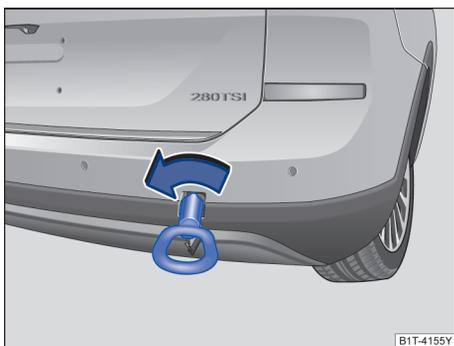

图 229 在保险杠右后部：安装牵引环
- 将牵引环朝箭头方向拧入螺纹孔内，直到限位位置→图 229。